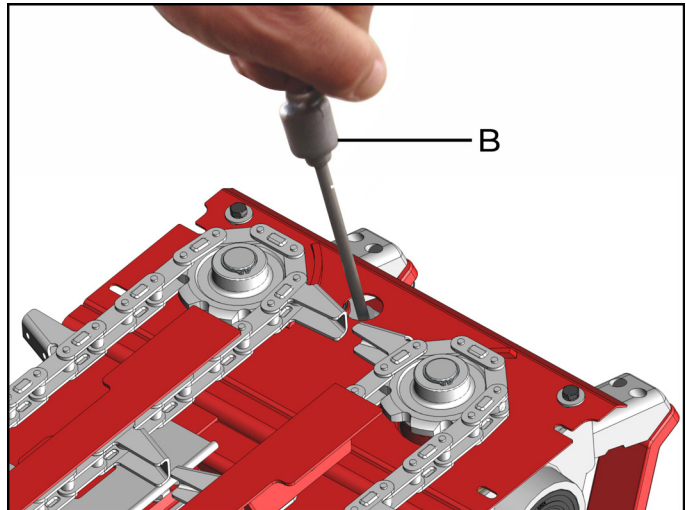

fig. 11
2. Para realizar la medición del nivel, utilice la varilla (B) (fig. 11) colocándola en el orificio correspondiente para tal efecto;